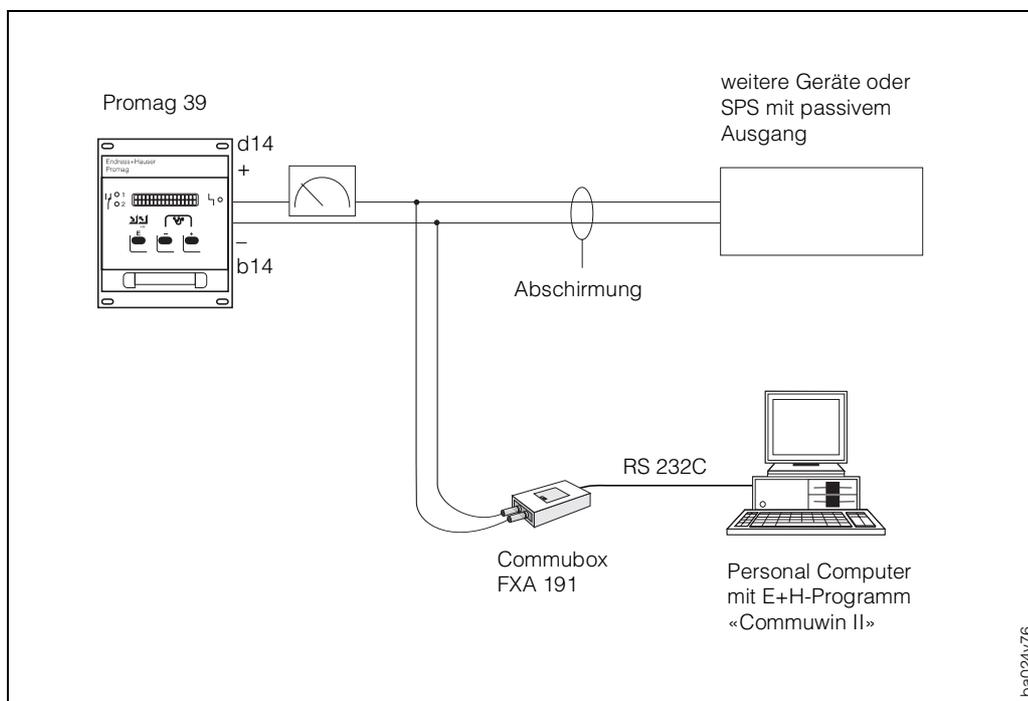

Fig. 45
- Anschluß über die 4...20-mA-Analogsigalleitung des Stromausgangs (Klemmen b14/d14); s. Abb. 45